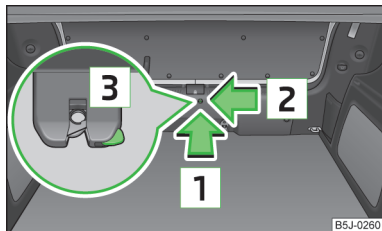

Fig. 19
- Introdurre un cacciavite o un attrezzo simile nell'apertura del rivestimento nel senso indicato dalla freccia **1** » fig. 19 fino all'arresto.